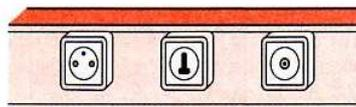

Fig. 6 : Plinthe avec prise de courant, prise téléphone, prise télévision.
- en système de canalisations préfabriquées et socles de prise de courant (**fig. 6 et 7**).